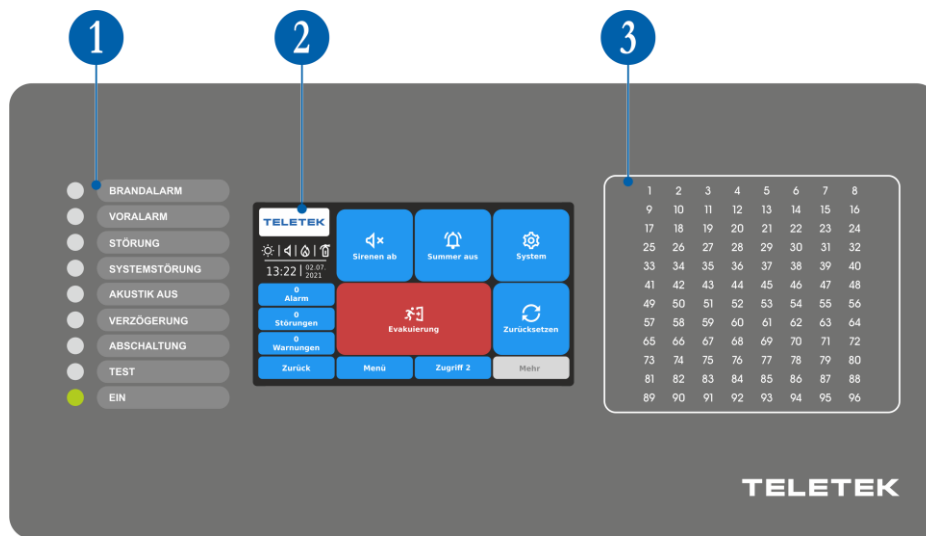

Abbildung 12
Das Frontpanel von iRIS4 bietet detaillierte Informationen über den aktuellen Systemstatus (1) und alle aktivierten Zonen (3) per LED-Anzeige. Die Bedienung, Steuerung und Programmierung des Panels erfolgen über einen 5 inch TFT Touchscreen (2) – Abbildung 12.